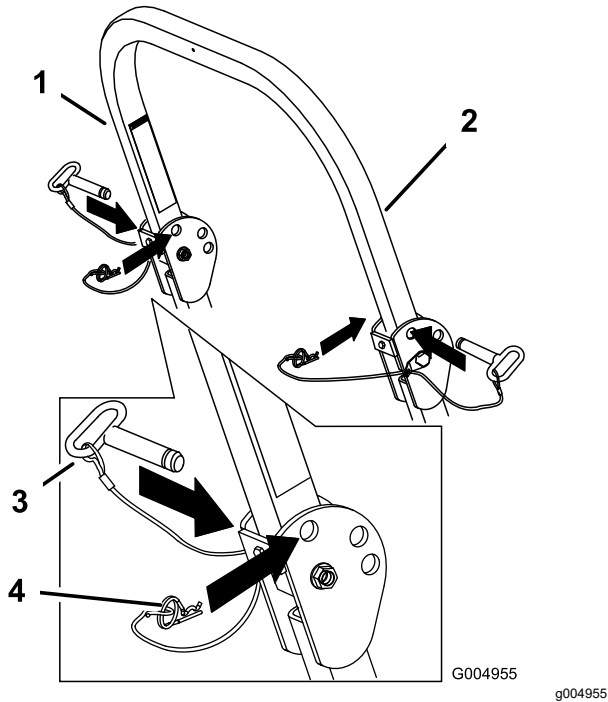

Figura 7
1. Retire las chavetas y retire los dos pasadores (Figura 7).
3. Instale los dos pasadores y sujételos con las chavetas (Figura 7).
2. Eleve la barra anti-vuelco a la posición vertical, instale los dos pasadores y sujételos con las chavetas (Figura 7).